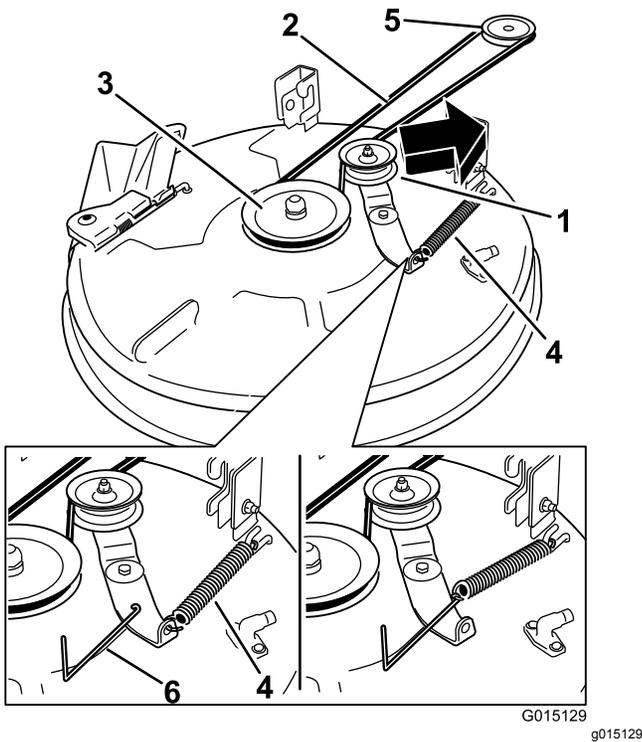

Figura 43
4. Usando una herramienta para la retirada de muelles (Pieza Toro N° 92-5771), retire el muelle tensor del gancho de la carcasa para eliminar la tensión de la polea tensora, y retire la correa de las poleas (Figura 43).
5. Pase la correa nueva alrededor de las poleas del motor y del cortacésped (Figura 43).
6. Usando una herramienta para la retirada de muelles (Pieza Toro N° 92-5771), instale el muelle tensor sobre el gancho de la carcasa y tense la polea tensora y la correa (Figura 43).